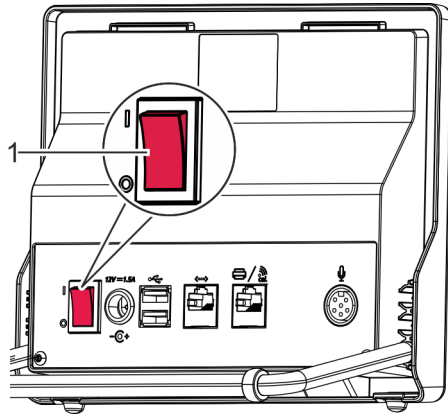

Abb. 14: Watch Expert ausschalten
1. ➔ Watch Expert mit dem Schalter [I/O] (Abb. 14/1) in Stellung [O] schalten.